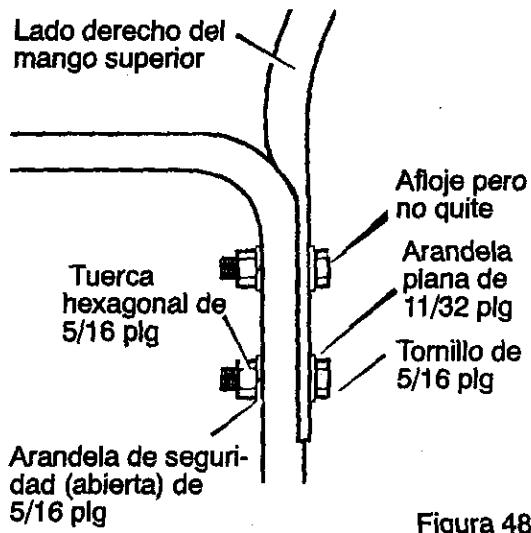

Figura 48
3. Afloje pero no quite los tornillos, arandelas planas, arandelas de seguridad y tuercas hexagonales que se encuentran en los agujeros superiores del mango inferior. Vea la Figura 48.